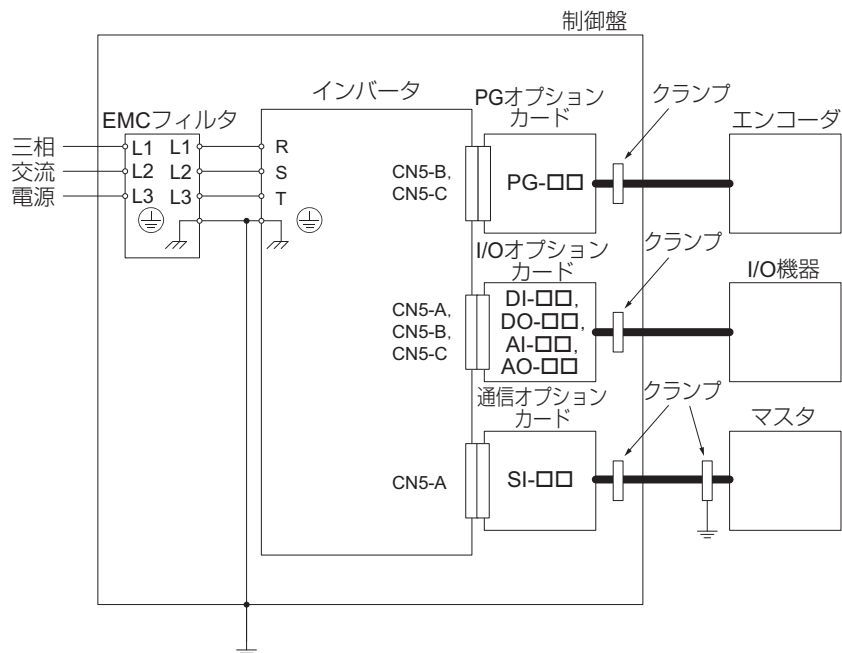

図 29 オプションカードの設置方法 (1000 シリーズ, GA700, GA800, CR700, CH700, LA700 の場合)
2. 配線はできるだけ短くします。なお、図 29、図 30 に従ってシールドを接地します。